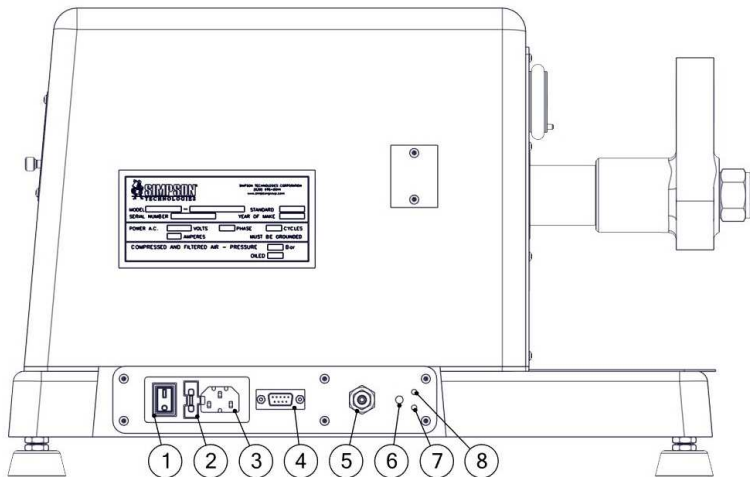

Figure 4 : Appareil Électronique Universel de Mesure de la Résistance du Sable (Modèle 42104) – Vue arrière
4. Mettez l'interrupteur marche/arrêt de l'appareil de mesure sur la position ON (Figure 4, N°1). Un message de bienvenue (« HELLO ») apparaîtra brièvement sur l'afficheur numérique. Ce message sera remplacé par des chiffres.